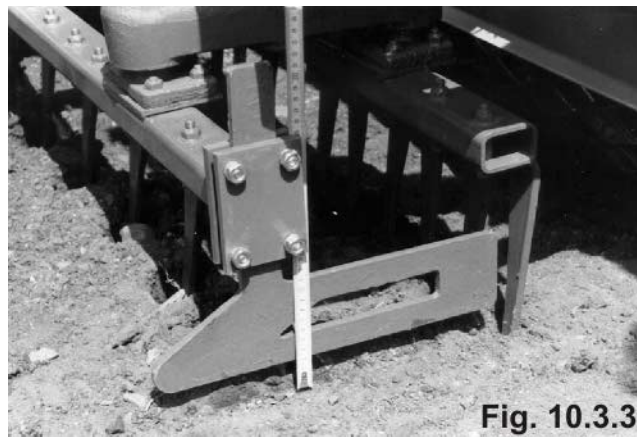

Fig. 10.3.3
- Ställ in sidoskenorna så att de löper ca 2 cm ovanför markytan (fig. 10.3.3.).